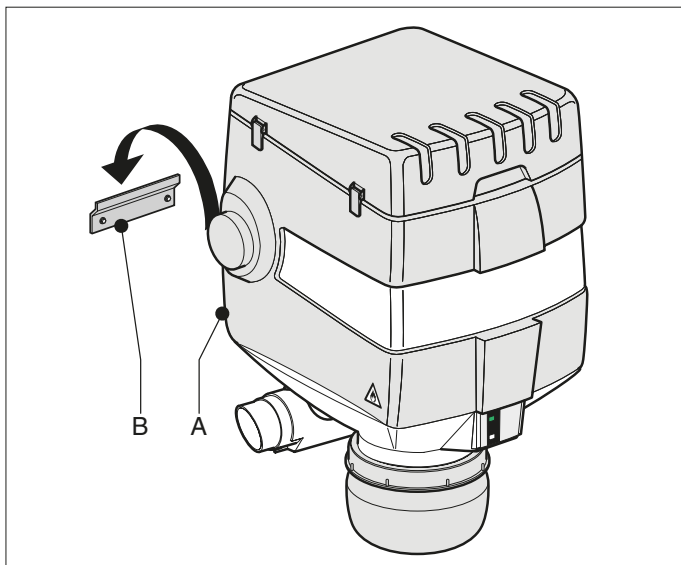

Fig. 4.3
- Plaats de complete SFS (Fig. 4.3 A) over de wandbeugel (Fig. 4.3 B).